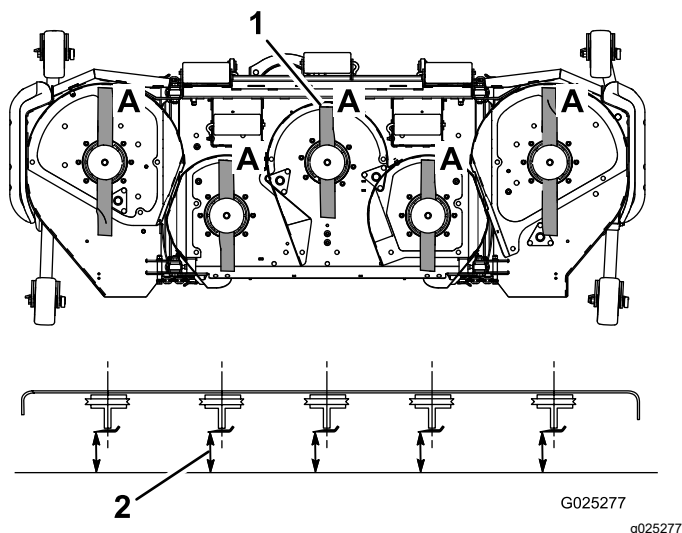

Рисунок 29
3. Поверните ножи так, чтобы их концы были направлены вперед и назад (Рисунок 29).
4. Измерьте расстояние от горизонтальной поверхности до режущей кромки ножей в положении А, (Рисунок 29). Запишите результат измерения.